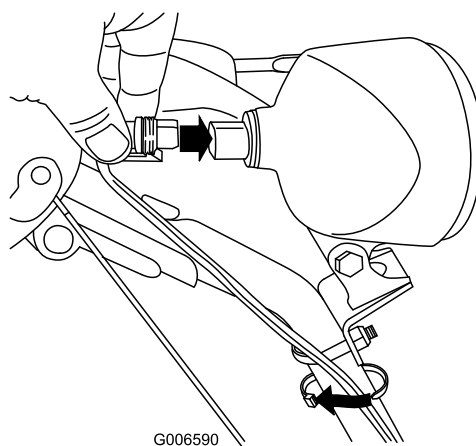

Figure 65
6. Branchez le connecteur du fil directement à l'arrière du phare en l'enfonçant bien en place (Figure 65).